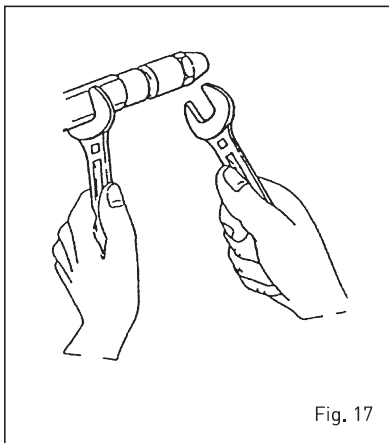

Fig. 17
#### 4.7.3 Sustitución del inyector (fig. 17)
- Bloquear el porta inyectores utilizando una llave nº 19 y destornillar el inyector con una llave nº 16 (fig. 17).